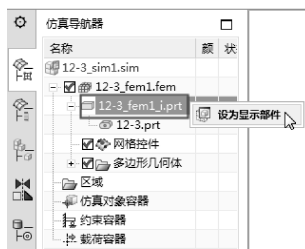

图 9-31 设置理想化模型为工作部件
- 03 在【仿真导航器】中，将【9-2\_fem1.i.prt】理想化模型设为工作部件，进入理想化部件的激活界面，如图 9-31 所示。